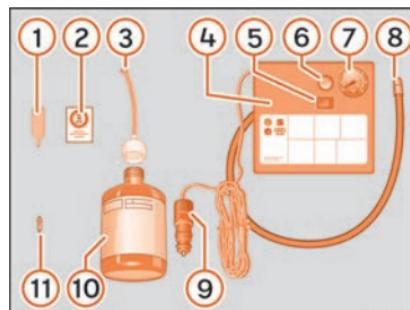

Fig. 31 Representación estándar: contenido del kit antipinchazos.
» fig. 31:
- Desenrosque la caperuza y el obús de la válvula del neumático. Utilice el aparato **» fig. 31 ①** para extraer el obús. Colóquelo en una superficie limpia.
- Agite con fuerza la botella de sellante de neumáticos **» fig. 31 ⑩**.
- Enrosque el tubo de inflado **» fig. 31 ③** en la botella de sellante. El precinto de la botella se romperá automáticamente.
- Retire el tapón del tubo de llenado **» fig. 31 ③** y enrosque el extremo abierto del tubo en la válvula del neumático.
- Vuelva a colocar el obús con el aparato **» fig. 31 ①** en la válvula del neumático.
- Enrosque el tubo de inflado del neumático del compresor **» fig. 31 ⑧** en la válvula del neumático.
- Compruebe que el tornillo de evacuación de aire está cerrado **» fig. 31 ⑥**.
- Acople el conector **» fig. 31 ⑨** a toma de corriente de 12 voltios del vehículo **» págs. 148.**
- Conecte el compresor de aire con commutador ON/OFF **» fig. 31 ⑤**.
- Pegue el adhesivo **» fig. 31 ②** en el cuadro de instrumentos, dentro del campo visual del conductor.
Vuelva a enroscar el tubo de inflado **» fig. 31 (5)** y compruebe la presión en el manómetro **(6)**.